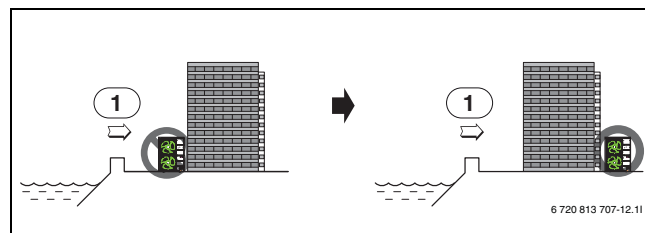

Fig. 13
- ▶ Udeenheden opstilles på den side der er modsat havvinden (→ fig. 13).